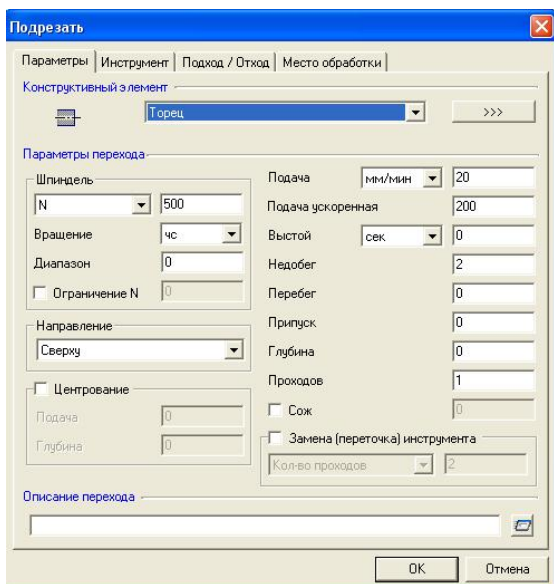

Рис. 6. Технологическая команда “Подрезать”
1. Нажмите кнопку “Подрезать” на панели “Переходы”. Появится диалог “Подрезать” (см. рис. 6)